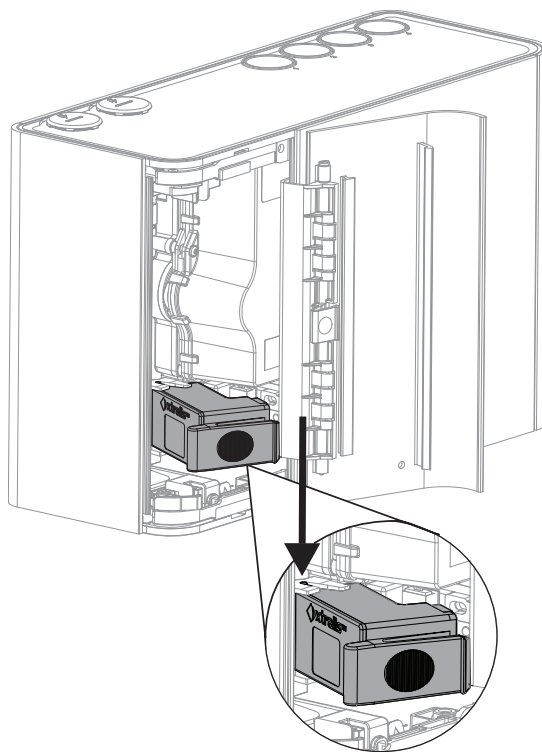

Рис. 7-5: Используйте шарнирные болты
1. Наклоните фильтр влево и расположите шарнирные болты в предназначенных для них отверстиях (Рис. 7-5).